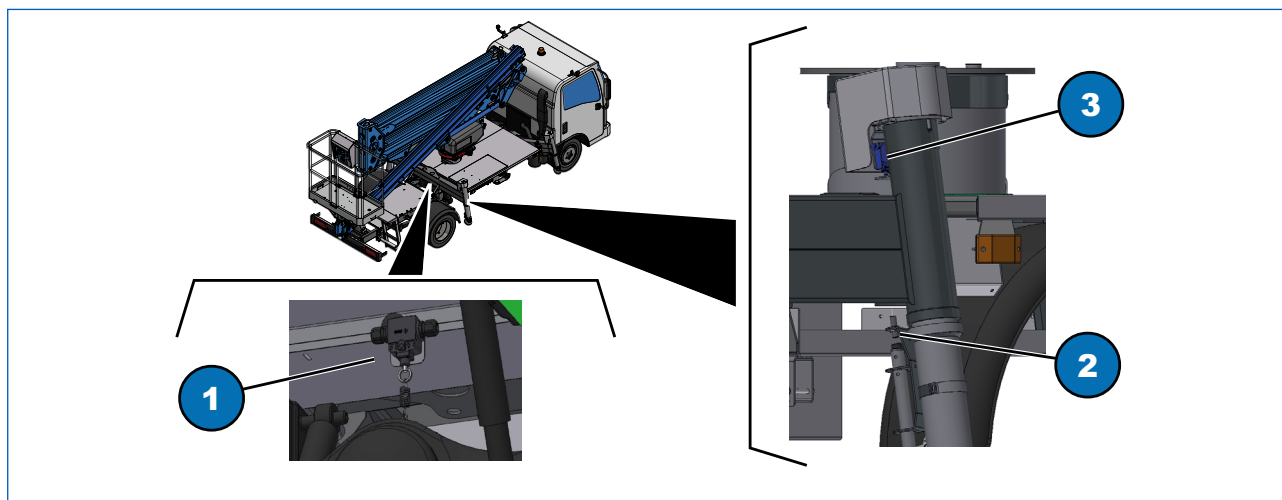

Fig. 5.8
Il dispositivo di controllo stabilizzazione è formato da un finecorsa e un sensore magnetico, (Fig. 5.8, 3) e (Fig. 5.8, 2) posizionati su ogni stabilizzatore e un finecorsa (Fig. 5.8, 1) posizionato fra balestre posteriori.
Il sensore magnetico (Fig. 5.8, 2) segnala la chiusura completa del piattello per la marcia su strada, il finecorsa (Fig. 5.8, 3) controlla l'avvenuto appoggio a terra e il finecorsa (Fig. 5.8, 1) segnala la stabilizzazione minima.
- Quando gli stabilizzatori sono correttamente estesi la spia 12 in corrispondenza dei comandi di stabilizzazione (vedere Fig. 4.4), è accesa segnalando il corretto funzionamento dei finecorsa (Fig. 5.8, 1) e (Fig. 5.8, 3);
- ritirare tutti gli stabilizzatori e verificare che in cabina il LED (Fig. 4.3, 3) sia acceso segnalando il corretto funzionamento del sensore magnetico (Fig. 5.8, 2).